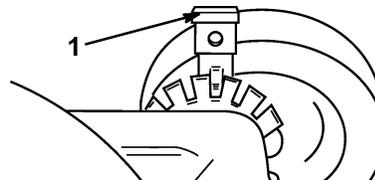

Figure 10
1. Pour modifier la hauteur de coupe, tirer le levier de réglage vers la roue et le placer dans la position souhaitée (Fig. 10).